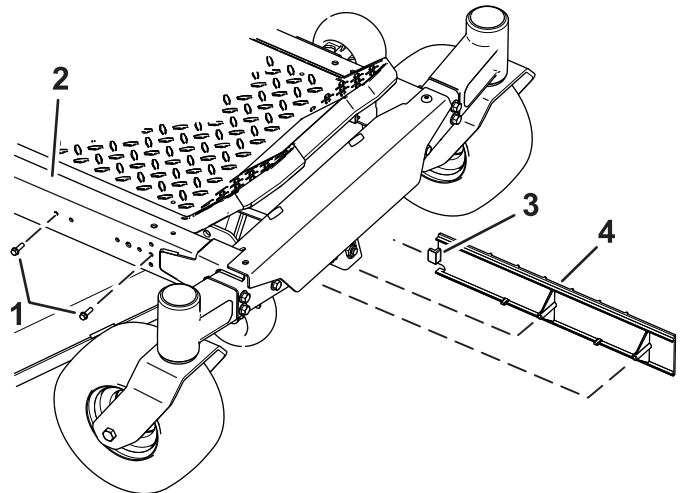

Bild 1
1. Nehmen Sie die Schrauben vom Rahmen ab (Bild 1).
2. Schieben Sie die Schutzlasche aus dem Rahmen, indem Sie die Schutzeinrichtung nach vorne bewegen (Bild 1).
1. Schieben Sie an Maschinen **mit** dem MyRide-Federungssystem die Schutzlasche in den Rahmen ein (Bild 1).
2. Setzen Sie an Maschinen **mit** dem MyRide-Federungssystem die Schrauben in den Rahmen und die Schutzvorrichtung ein (Bild 1).